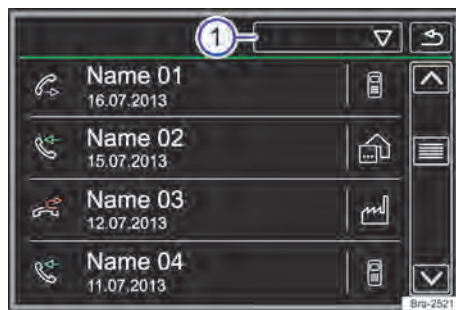

Fig. 136 Menu Chamadas (listas de chamadas).
Tocar na superfície de função  → Fig. 136 ①.